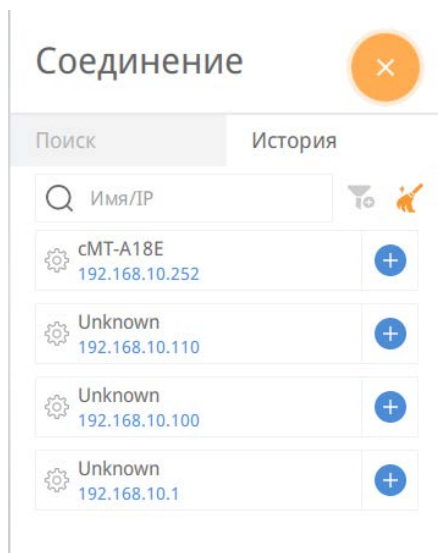

Рисунок 140 – Вкладка «Соединение→История»
- История (рисунок 140), где можно просмотреть/очистить историю подключений, включить фильтрацию, зайти в настройки устройств.